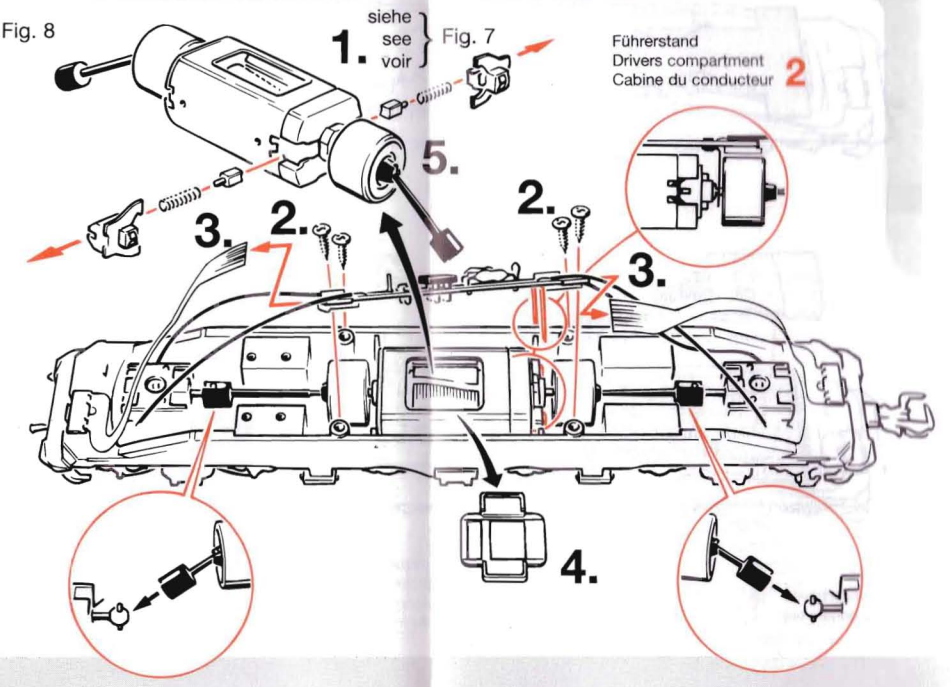

Fig. 9
empfehlen den **ROCO-Öler** Art. Nr. **10906**. Zur Schmierung der Getriebeteile (Zahnräder, Schnecke Fig. 9) empfehlen wir das **ROCO-Spezialfett 10905**. Im Falle der Schmierung diese Teile bitte nicht ölen.
**4. Haftreifenwechsel:** Zuerst den Getriebedeckel abnehmen (Fig. 9). Danach den **Radsatz** herausnehmen und den **Haftreifen** mit einer Nadel oder mit einem feinen Schraubendreher abziehen. Beim Aufziehen des neuen Haftreifens bitte darauf achten, daß dieser sich **nicht verdreht**. ↳ **Zusammenbau**
**2. Lubrication:** Apply **tiny oil drops** to spots marked in fig. 7. Prior to lubrication dismantle locomotive (fig. 3). We recommend using item no **10906**, **Roco oiler**. For lubrication the gear-parts (e.g. cogwheels, worm - fig. 9) we would recommend our **Roco special grease** (item No. **10905**). **Attention:** Please do not oil these parts when using our grease. ↳ **Assembly**
**4. Change of traction tyre:** Remove **gear cover** (fig. 9) Take out **wheel set** and remove **traction tyre** using a pin or a fine screwdriver. When pressing on the new traction tyre please **avoid twisting** it. ↳ **Assembly**
**2. Graissage:** N'appliquez qu'une **très petite goutte** aux endroits indiqués par le plan de graissage (fig. 7) après avoir démonté la caisse de votre locomotive (fig. 3). Nous vous recommandons le **graisseur à huile ROCO réf. 10906**. Pour graisser les engrenages (roues dentées, vis sans fin - fig. 9) nous vous conseillons la **graisse spéciale Roco ref. 10905** pour engrenages en matières synthétiques. Lorsque vous utilisez cette graisse il faut éviter d'huiler ces composants. ↳ **L'assemblage**
**4. Échange des bandages d'adhérence:** Démontez d'abord le couvercle du carter des engrenages (fig. 9). Délogez ensuite les essieux bandagés et enlevez, à l'aide d'une aiguille ou d'un tourne-vis fin les bandages d'adhérence. Lors du montage des nouveaux bandages veuillez veiller à ce que les bandages **ne soient pas tordus**. ↳ **L'assemblage**